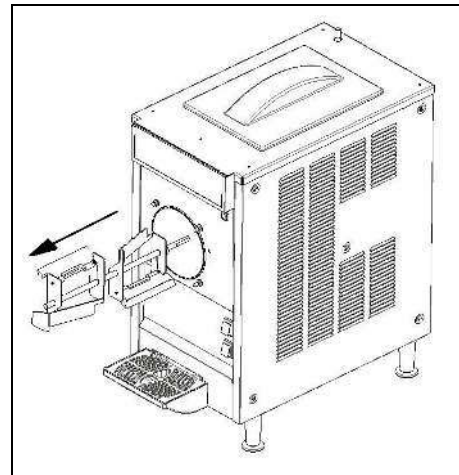

Fig. 18
- Extraire la spirale de mélange (fig.18).